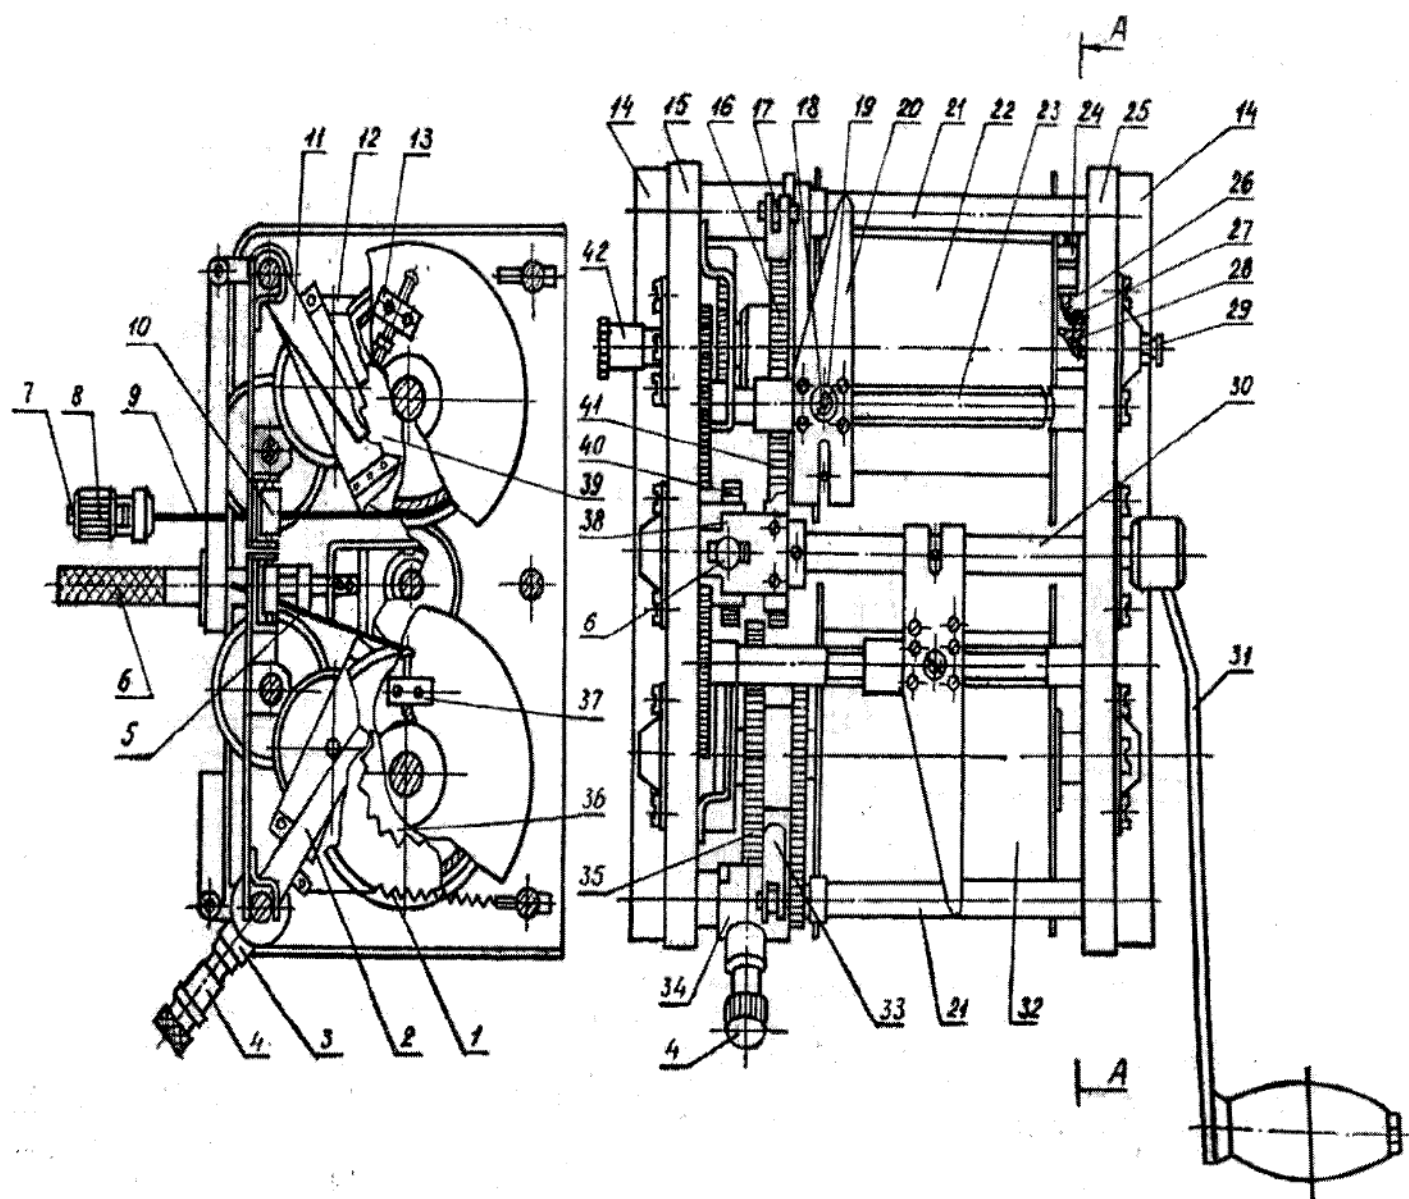

Рис. 2 Лебедка:
4.4 Лебедка (рис. 2) служит для подъема и передвижения по створу гидрометрического груза с приборами. Механизмы лебедки монтируются на раме, состоящей из правой 25 и левой 15 щек, соединенных между собой стяжками 21. По нижнему обрезу щек приварены угольники 14 с отверстиями, через которые лебедка болтами крепится к кронштейнам на неподвижной стенке кабины.
Порядок монтажа муфты показан на рис. 3. Из отверстия муфты 24 (см. рис. 2.) выходит токопроводная жила 26 с припаянным наконечником 27. Наконечник 27 привернут к изоляционной втулке 28 винтом, соединяющим токопроводную жилу со штырем. Штырь контактной пружиной соединяется с винтом 29, через который на токопроводную жилу с пульта подается напряжение. На свободный конец каната 9 монтируется штекер 8, изолированный стержень 7 которого соединяется с токопроводной жилой.
Порядок монтажа штекера. Канат 9 (см. рис. 2) укладывается на барабан виток к витку плотными рядами укладчиком, состоящим из каретки 20 и ходового винта 23, вращение на который передается от
Перед закреплением каната на барабан ходовой винт 23 устанавливается так, чтобы на правом его конце место перехода с одной нарезки на другую располагалось сверху (см. рис. 2 - правая часть заднего ходового винта). Отверстие в щеке барабана, предназначенное для пропуска конца каната, необходимо установить в верхнем положении.